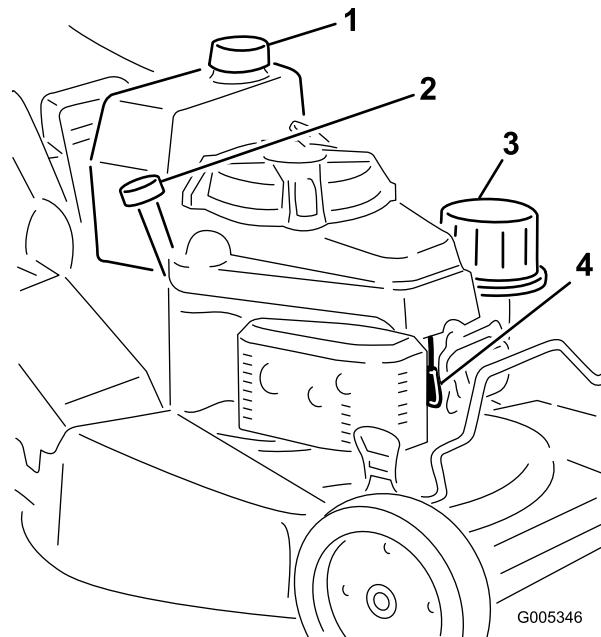

Figure 12
1. Nettoyez la surface autour du bouchon du réservoir de carburant (Figure 12).
1. Branchez la bougie (Figure 12).